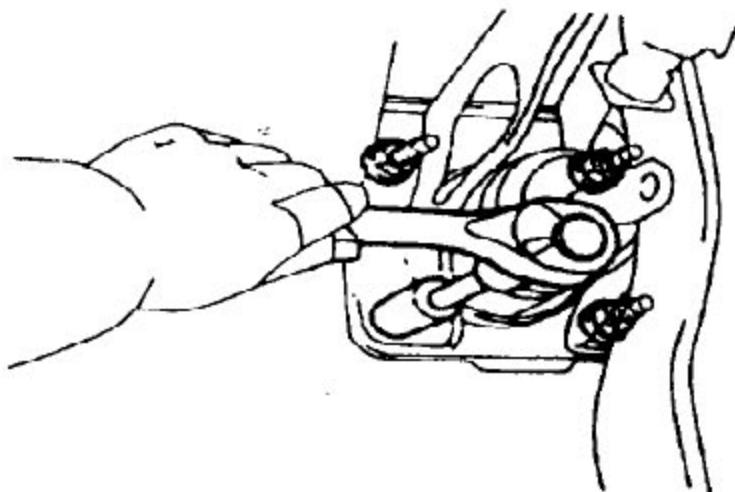

图3-10
C). 拆下 4 个螺母和制动踏板支架，如图 3-10 所示。
- A). 用 4 个螺母安装制动踏板支架 (见图 3-10), 拧紧力矩 :13N·m。